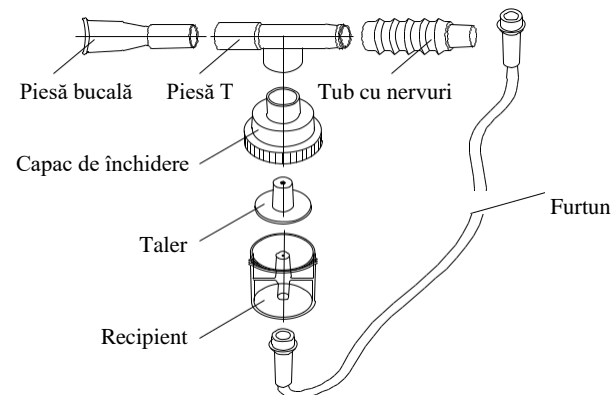

Fig. 8. Piesele nebulizatorului
(Montarea nebulizatorului, vezi fig. 8).
- 3) Separați după folosire nebulizatorul de concentratorul de oxigen. Oprțiți concentratorul de oxigen, scoateți furtunul și capacul, apoi demontați nebulizatorul conform fig. 8.